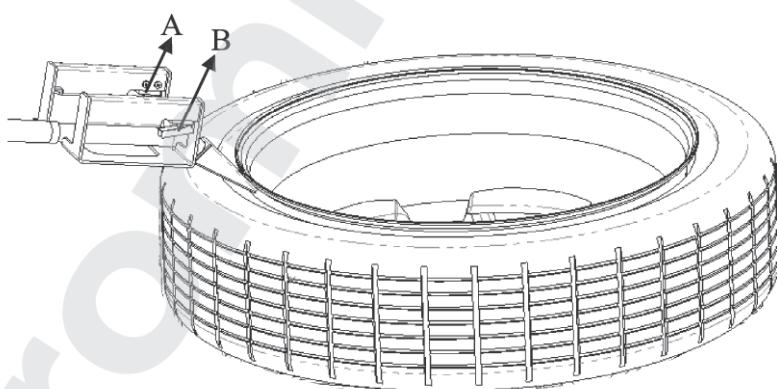

Рис. 10-1
- 2) Установите сопло накачки в щель между шиной и диском, как показано на рис. 10-1.
- 3) Надежно удерживая держатель с соплом руками, одновременно нажмите оба выключателя (A и B на рис. 10-1) для накачки шины.